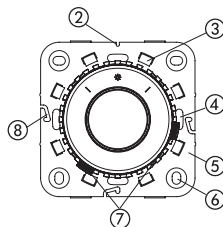

рис. 5
Снимите корпус 1 с основания 5 (рис. 4 и 5). Через монтажные отверстия 6 с помощью деталей крепления, входящих в комплект поставки, установите основание на ровной стене или отверстию для скрытого монтажа так, чтобы ориентирующая канавка 2 была направлена вверх. Измерьте необходимую длину капиллярной трубки, остаток намотайте на опоры 3 на передней стороне основания. (рис. 5). Плотно прижмите корпус (с отметками для регулировки 9, направленными вверх) к основанию до его фиксации в замке.
Для скрытого монтажа используйте подрозетник (10) Ø 60 мм и гофротрубу (11) Ø 23 мм. Закрепите основание термостатической головки в подрозетнике с помощью саморезов из его комплекта в точках 12 (рис. 5 и 6).